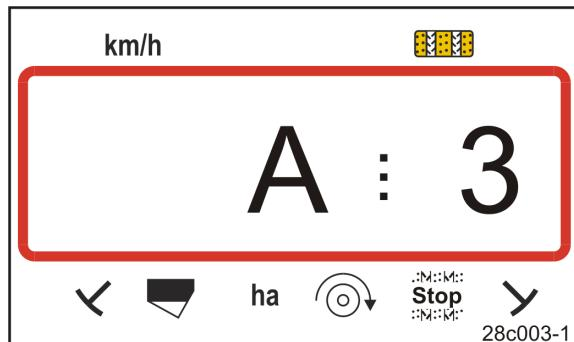

Рис. 43
- появляется индикация (Рис. 43);